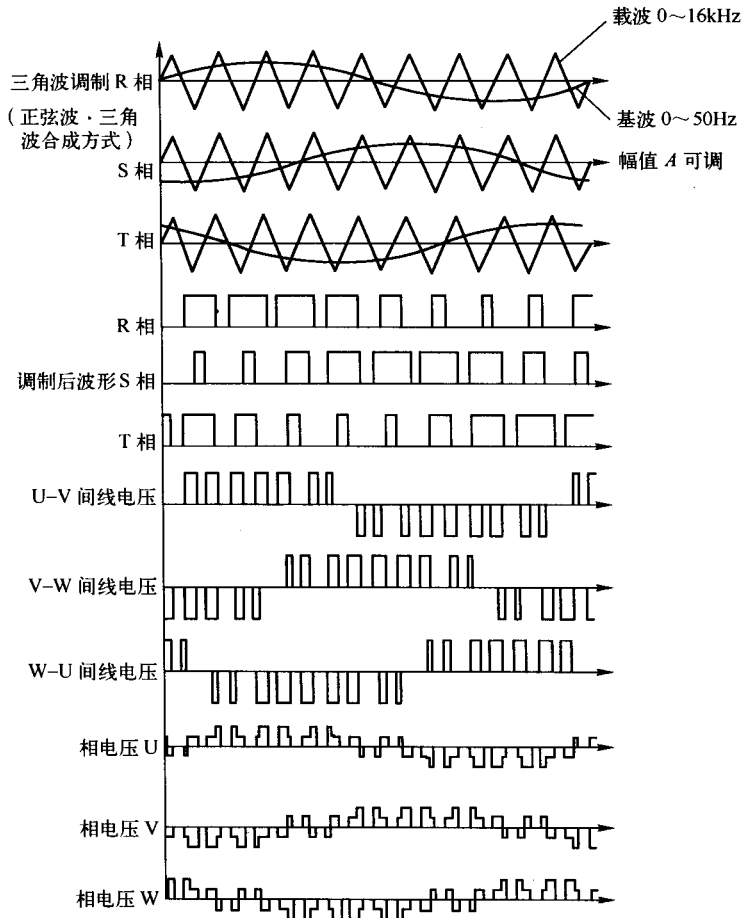

图 1-3 电压型逆变器的输出电压
(3) 逆变器同整流器相反，逆变器是将直流功率变换为所要求频率的交流功率，以所确定的时间使 6 个开关器件导通、关断就可以得到三相交流输出。图 1-3 以电压型逆变器为例示出了开关时间和电压波形。